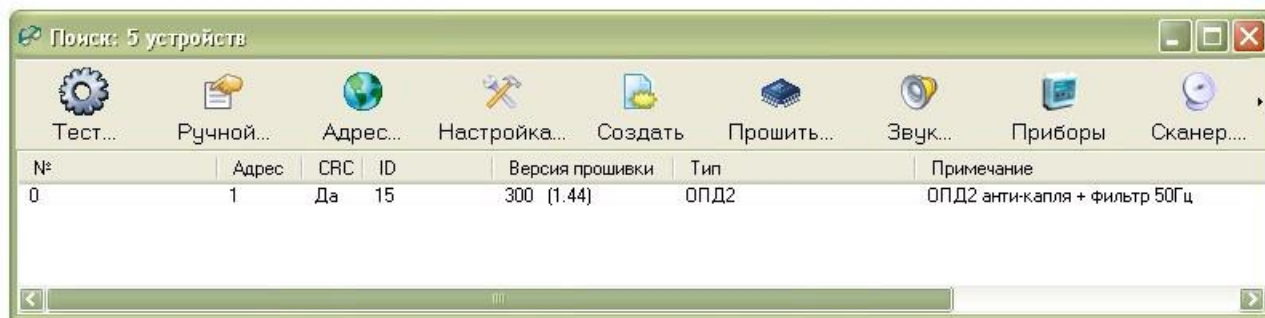

Рисунок 6 –Таблица найденных адресных блоков
3.3.4 Загрузить программу RASOS. В программе RASOS добавить новый объект, установить параметры подсоединения для мастер-устройству БКД-МЕ. Произвести подключение к БКД-МЕ. Выполнить поиск извещателя (рисунок 6). Проверить адрес найденного извещателя, код ID (15), тип блока, признак контроля CRC-8.